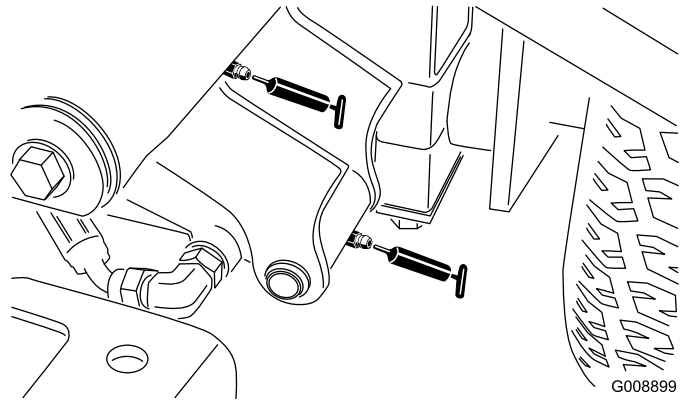

**Figura 37**
- Pivotes (2) y cilindro de elevación del brazo de elevación trasero (Figura 37)